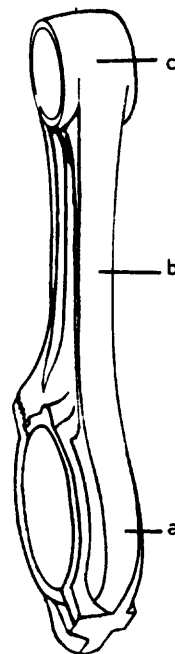
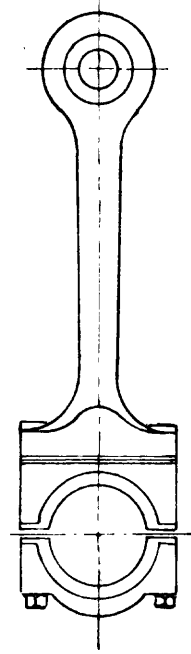

Fig.1
Fig. 4
b) por la forma como va unida al pistón, la cual puede ser directa (figs. 1 y 2) o en dos partes separadas (fig. 4). Este uso es generalizado en los grandes motores. En este caso se instalan suplementos que permiten regular la altura del pistón con relación al espacio muerto.